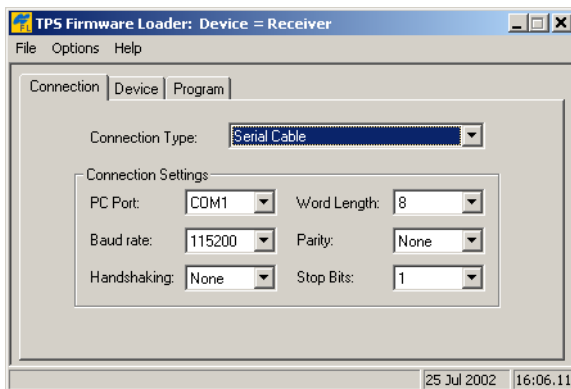

Figura 5-18. Pantalla Principal de FLoader
4. En la pestaña *Connection*, seleccione el puerto COM en su computadora que se conecte con su receptor y seleccione su velocidad (por lo general, 115200) (Figura 5-18 en la página 5-19).